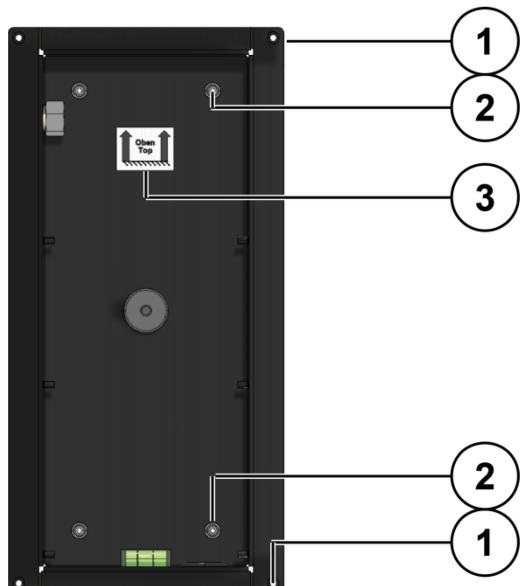

Abb. 2: Befestigungsbohrungen
- Zeichnen Sie mit Hilfe des Unterputzkastens die Bohrlöcher an (Abb. 2). Zur Befestigung des Unterputzkastens können Sie die äußeren Bohrungen (1) oder die inneren Bohrungen je nach Montageart verwenden (2).